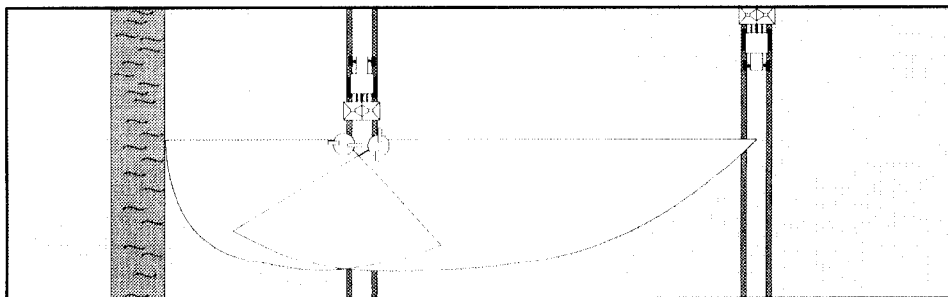

Fig. 7.6
7.1.2.2.1 Gränsspridning enligt gödselmedelsförordningen (Fig. 7.6)